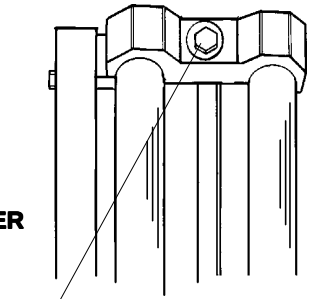

Figure 29
1. Loosen the bolts in the **UPPER** and **LOWER BRACKETS**. (A) In **Figures 29** and **30**.
2. Slide the **LEFT TUBE (B)** up out of the **LOWER BRACKET** until it is above the **CUTTING HEAD (C)**. Rotate the **CUTTING HEAD** around the **RIGHT TUBE (D)** and lower the **LEFT TUBE BACK** into the **LOWER BRACKET**.
1. Lösen Sie die Bolzen in den **oberen** und **unteren HALTERUNGEN**, (A) IN **Abbildung 29 und 30**.
2. Schieben Sie das **linke Rohr (B)** nach oben aus der unteren **Halterung**, bis es über den **Schneidekopf (C)** ist. Drehen Sie den **Schneidekopf** um das **rechte Rohr (D)** schieben Sie das **linke Rohr** wieder zurück in die **untere Halterung**.
1. Desserrez les boulons dans les **BRIDES DE FIXATION SUPÉRIEURE ET INFÉRIEURE. (A)** Voir les **Figures 29 et 30**.
2. Faites glisser le **TUBE GAUCHE (B)** vers le haut pour le retirer du **SUPPORT INFÉRIEUR** jusqu'à ce qu'il se trouve au dessus de la **TÊTE DE COUPE (C)**. Faites pivoter **LA TÊTE DE COUPE** autour du **TUBE DROIT (D)** et rabaissez le **TUBE GAUCHE** dans **LA BRIDE DE FIXATION INFÉRIEURE**.